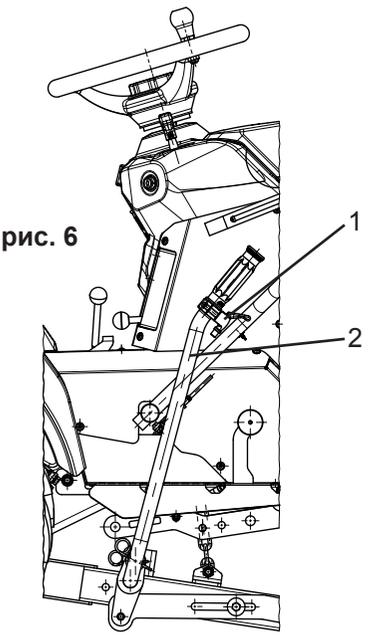
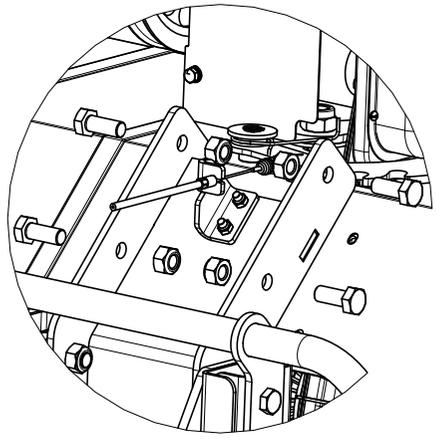

рис. 6
рис. 7
4. В конструкции предусмотрены три рабочих положения щетки: -щетка повернута налево, прямо и направо относительно движения (рис. 8). Для изменения рабочего направления щетки воспользуйтесь рычагом регулировки (рис. 6) поз. 2. Для поворота щетки зажмите ручку сцепления на рычаге и перемещением вперед / назад поверните щетку в желаемое положение.
6. Установите комплект ручки сцепления поз. 1 (рис. 6) на рычаг поз. 2 протяните трос под трактором и закрепите трос на щетке как показано на рис. 7.